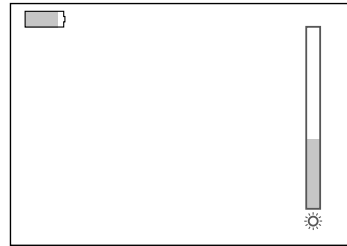

Fig. 11 – Ajuste de contraste
Los 8 niveles de contraste del display pueden ser ajustados presionando el botón de contraste (6), conforme Fig. 11.